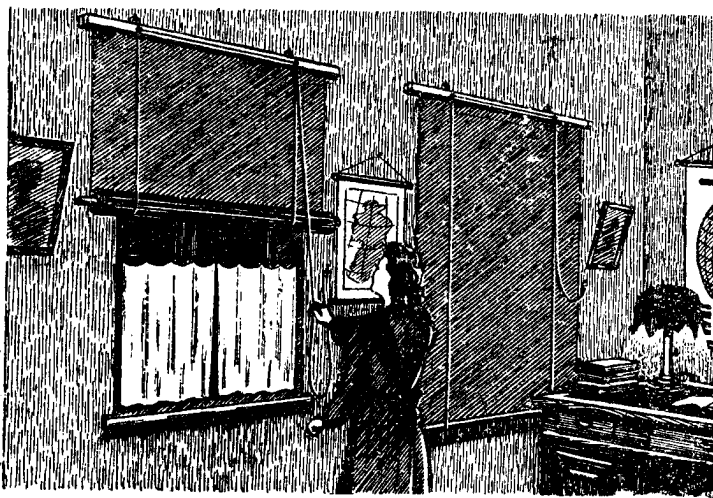

Рис. 23. Бумажная штора
**Бумажная штора** (рис. 23) делается из плотной светонепроницаемой бумаги. Кроме бумаги, нужны две деревянные планки прямоугольного сечения и две деревянные планки полукруглого сечения, столярный клей, гвозди, шнур, металлические ушки. Размеры шторы по ширине и длине должны быть на 20 см больше (в каждую сторону), чем размеры окна, а длина деревянных планок — на 10 см больше, чем ширина бумажной шторы.